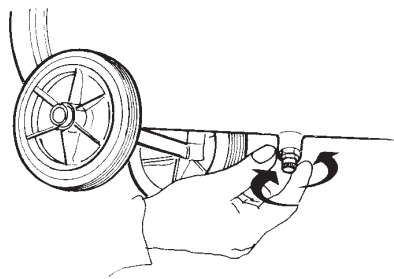

fig. 4
- controleer of de condensaatuitlaatkraan (fig. 4) onder het reservoir gesloten is;
- De condensaatafvoerdop verwijderen indien er in het reservoir druk is (fig. 4).
Alvorens ook maar een enkele ingreep op de compressor uit te voeren dient te stekker uit het stopcontact getrokken te worden en de druk uit het luchtreservoir te worden ontladen met 'oehulp van de condensaatuitlaatkraan (fig. 4). Men dient de dop langzaam los te schroeven en de lucht er langzaam uit te laten gaan omdat er zich in het reservoir metalen residuen kunnen bevinden. Het juist en regelmatig onderhoud van Uw compressor verzekert een goede werking en een langdurig gebruik.
Condensaatafvoer (fig. 4)
- alle reservoirlucht eruit laten lopen (fig. 4);
- alle lucht uit het reservoir laten lopen (fig. 4);